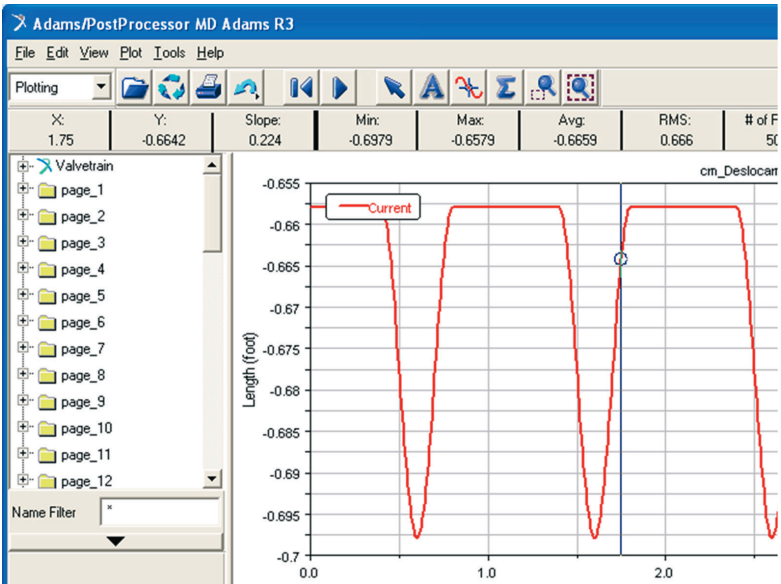

Figura 3.153 – Curva de deslocamento exibido no módulo ADAMS/PostProcessor.
- Para manipulação das curvas geradas é necessário migrar para o módulo ADAMS/PostProcessor. Para isto, basta selecionar a tecla F8 do teclado. Será exibida a janela mostrada na Figura 3.153.